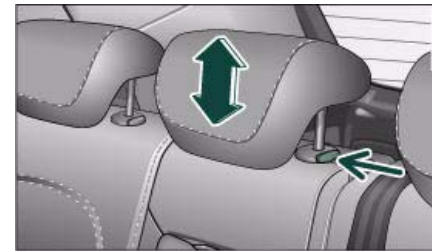

Fig. 64 Asientos traseros: Apoyacabezas central
- Para subir el apoyacabezas, sujételo con ambas manos por los lados y desplácelo hacia arriba ⇒ fig. 64.